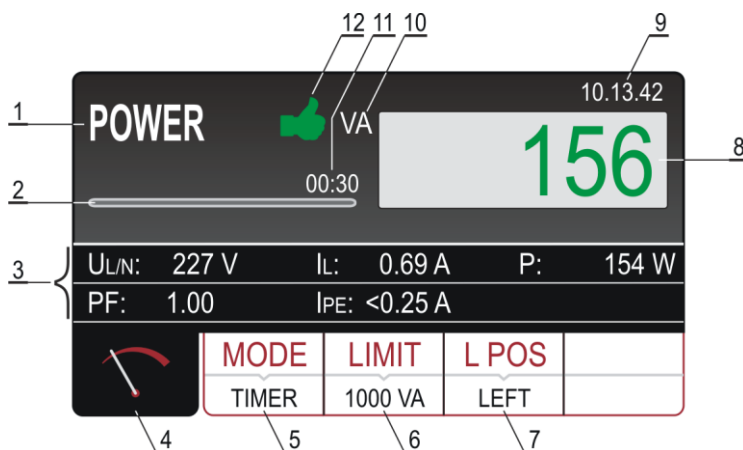

Fig. 64: Pantalla con el resultado de la prueba POWER
9. El resultado de la prueba (potencia aparente) se mostrará en color verde si es inferior o igual al valor límite configurado o en color rojo si es superior al valor límite configurado. El resultado final mostrará un símbolo verde  y un sonido bip-bip si es OK un símbolo rojo  y un sonido bip de mayor duración si es no OK. Vea la vista de la pantalla con el resultado de la prueba en la Fig. 64